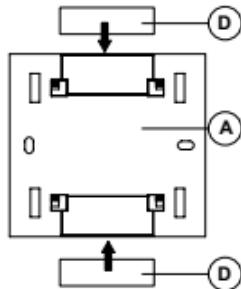

Fig 4.
- c. auf einer glatten Oberfläche (kein Metall!) mit dem mitgelieferten Klebestreifen (Abb. 4).